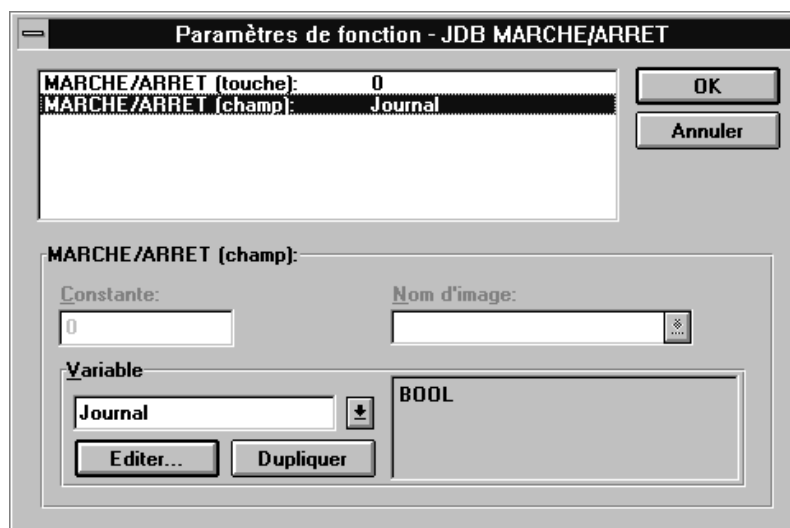

Figure 10-3 La boîte de dialogue Paramètres de fonction
6. Sélectionnez le second paramètre *MARCHE/ARRET (champ)*. Dans le champ *Variable*, entrez le nom *Journal*. La variable *Journal* est du type *BOOL* et possède le réglage *Pas d'automate*. Les réglages que vous venez d'effectuer sont illustrés dans la figure 10-3.